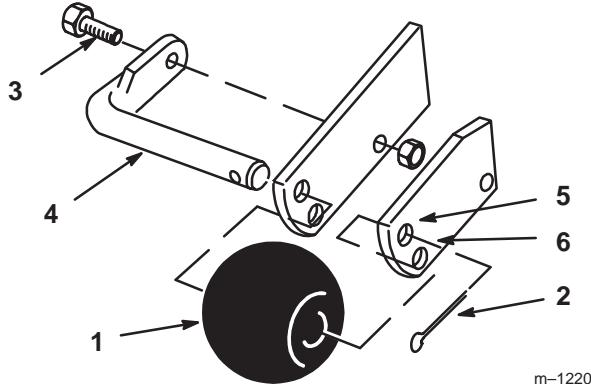

Bild 16
2. Entfernen Sie zum Verändern der Lochposition den Splint, die Schraube und die Welle (Bild 16).
3. Wählen Sie die Lochposition entsprechend der einzusetzenden Schnitthöhe und stecken die Stange ein (Bild 16).